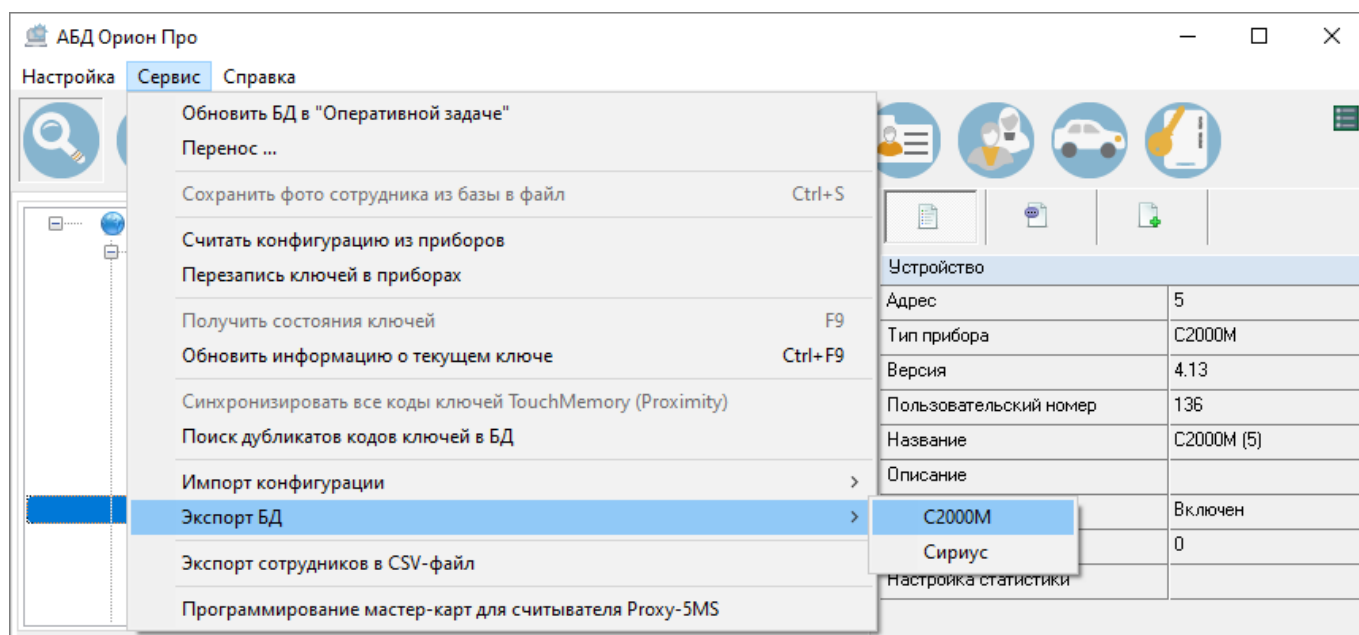

Рисунок 6-952 Инициализация экспорта конфигурации из БД в пульт "C2000M" через меню "Сервис"
- а) выделите в дереве объектов тот пульт «С2000/С2000М», для которого необходимо экспортировать конфигурацию, и выберите в меню «Сервис» пункт «Экспорт БД», а затем пункт «С2000М» (см. Рисунок 6-952);